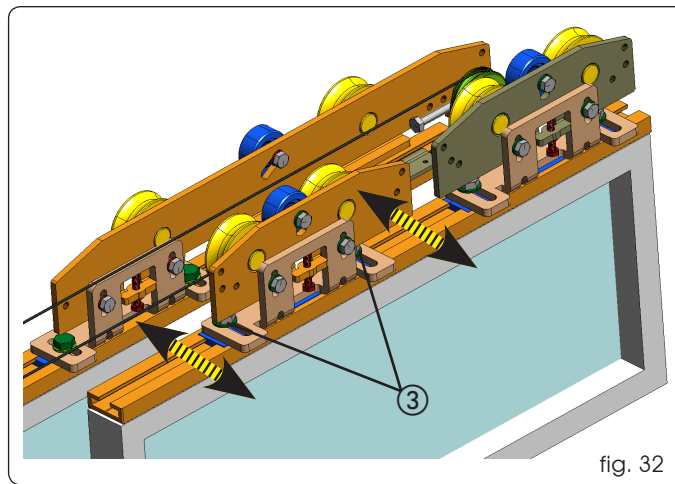

fig. 32
Draai, om de vleugels in de diepte af te stellen, de 2 bouten los zoals aangegeven in fig. 32 ref.③.